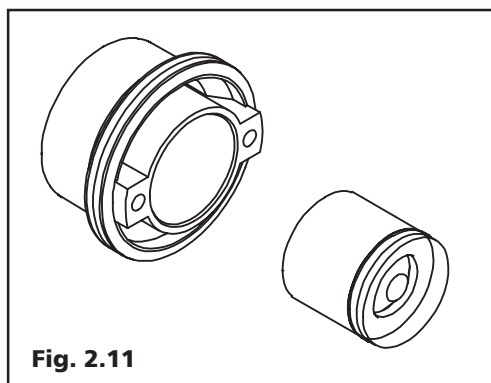

Fig. 2.11
6) By-pass automatico circuito riscaldamento (Fig. 2.11): è composto dalla valvola by-pass (utilizzata all'ingresso del circuito primario) e dal suo alloggiamento. La molla è tarata a 530 g. In caso di utilizzo della pompa ad alta prevalenza dovrà essere sostituita con un'altra con un carico maggiore.